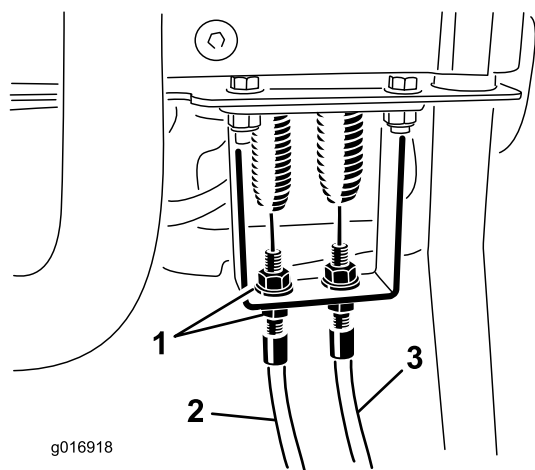

Figura 45
2. Verificate l'eventuale allentamento del cavo di controllo trazione alla molla di prolunga (Figura 45).
9. Durante la regolazione del cavo sulla paratia della plancia, regolate i controdadi del cavo in modo da eliminarne l'eventuale allentamento senza allungare la molla (Figura 45).
3. Sulla paratia della maniglia di comando, allentate il cavo di comando del cilindro in modo da creare un imbando (Figura 45).